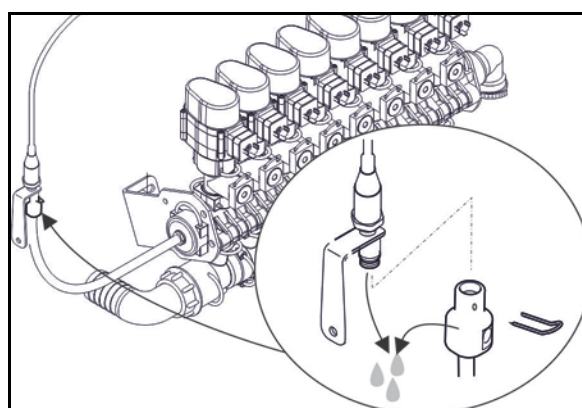

Fig. 161
21. **Ogrodje Super-S:** Izpustite vodo iz tlačnega senzorja (Fig. 161/1), tako da odklopite cev s tlačnega senzorja.